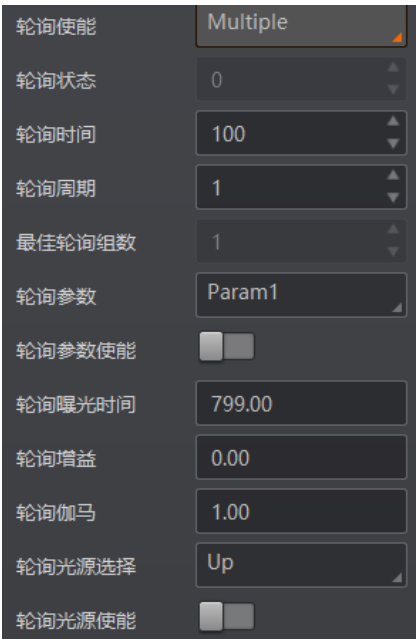

图3-17 多组参数轮询模式
2. 通过轮询时间和轮询周期参数设置轮询持续时间及轮询周期，如图 3-17 所示。参数具体含义如下，：